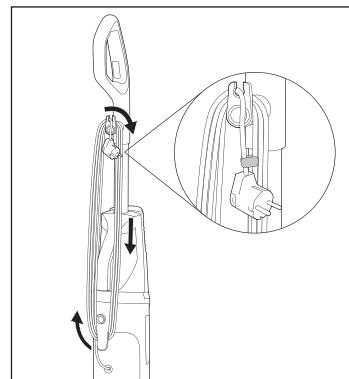

Fig. 44
- ◆ Înfășurați complet cablul de alimentare **17** în jurul celor două suporturi inferior și superior de cablu **16/20** (a se vedea fig. 44).